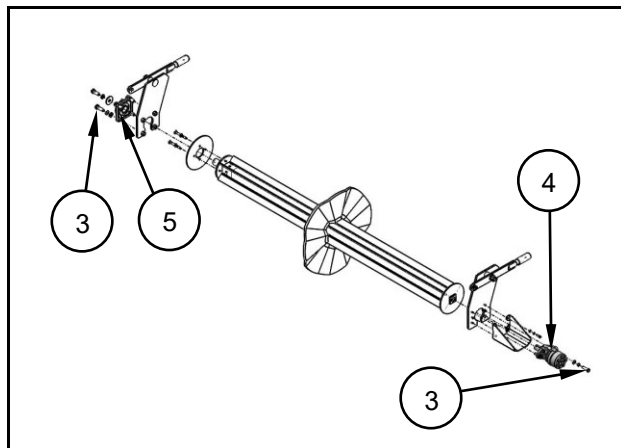

Fig. 6.3
- Løsn og fjern fastgørelsesskruerne (3) på hydraulikmotoren (4) og lejet (5) (fig. 6.3).